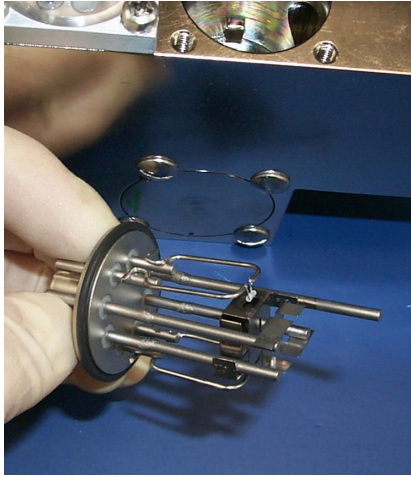
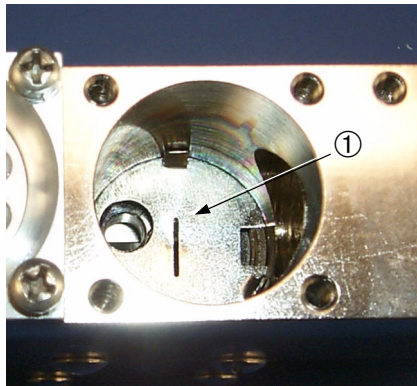

图 4-13 离子源
图 4-14 离子源空腔
3. 检查离子源（图 4-13）和空腔（图 4-14）中的沉淀物和污点。检查完毕后，适当处理或将其退还 Vacuum Technologies。
4. 查看离子源空腔内部（图 4-14），您将看到接地缝隙板 ①。
8. 检查离子源（第 4-14 页图 4-13）和空腔中的沉淀物和污点。如果受到污染或弄脏，请通过 1-800-8VARIAN 与 Vacuum Technologies 客户服务中心联系。